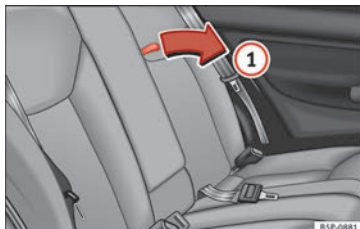

Abb. 89 Öffnen des hinteren Getränkehalters.
– Zum Öffnen ziehen Sie die Schlaufe in Pfeilrichtung » Abb. 89 ①.